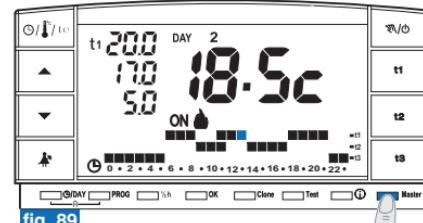

fig. 89
- Pulsar por un instante el botón “Master” para que en la pantalla desaparezca el mensaje **Máster**, el cronotermostato sigue funcionando según programación y las zonas asignadas al máster vuelven a ser controladas por los respectivos transmisores (ejemplo fig. 89).